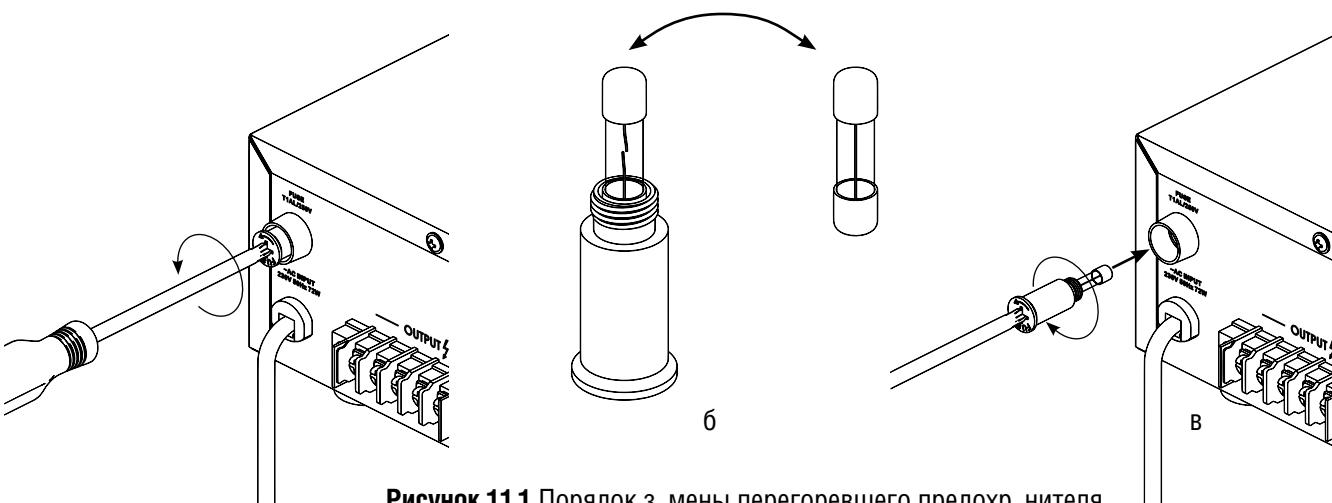

Рисунок 11.1 Порядок замены перегоревшего предохранителя
- Извлеките крышку предохранителя из тринсляционного усилителя, поворачивая её против часовой стрелки крестовой отверткой (**Рис. 11.1, а**).
- Замените перегоревший предохранитель исправным, предварительно убедившись, что в крышке не осталось посторонних предметов (**Рис. 11.1, б**).
- Вставьте крышку с исправным предохранителем в тринсляционный усилитель и плотно засуньте её, поворачивая по часовой стрелке (**Рис. 11.1, в**).